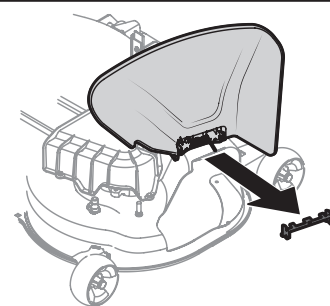

Figure 4
1. Repérez le support qui retient le déflexeur d'éjection en position verticale à des fins d'expédition. Retirez le support du déflexeur d'éjection, si présent, avant d'utiliser l'appareil. Relevez le déflexeur d'éjection et maintenez-le dans cette position pour enlever le support. Abaissez le déflexeur d'éjection et jetez le support. Voir Figure 4.